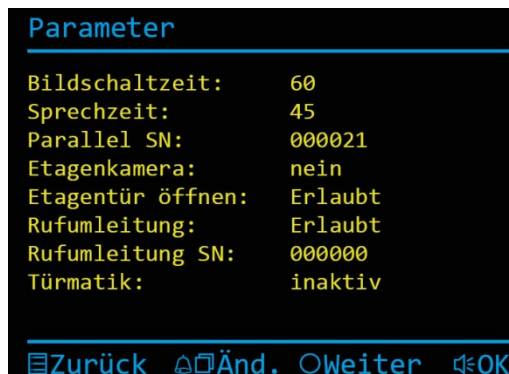

Abb. 14: Einstellen der Parameter
- Drücken Sie die Bildtaste  oder die Ruf AUS-Taste  zum Einstellen der Parameter (Abb. 14).